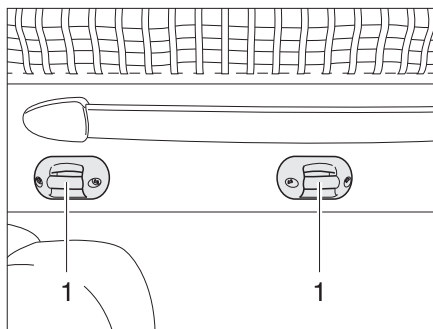

Bild 167 Fästen till stegen
- Fäst stegen med båda byglarna på klämmorna (Bild 167,1) på den höjbara sängen.